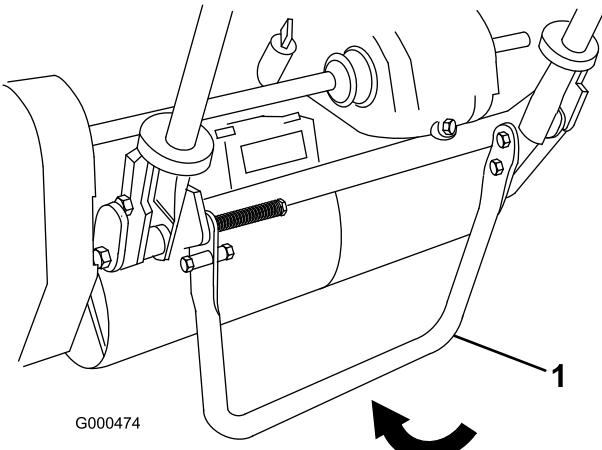

Figura 18
1. Baje el soporte con el pie, y tire hacia arriba del manillar hasta que el soporte haya girado hacia delante, pasando el centro del arco (Figura 18).